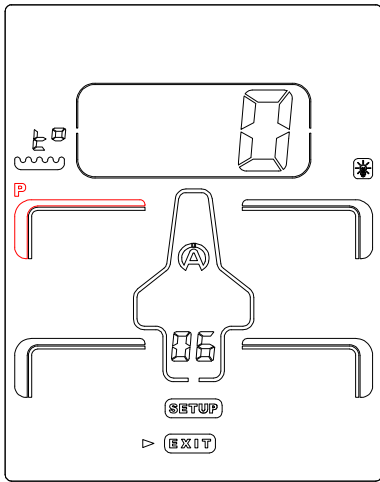

Figure 17
- 2) Le premier Icône « P » (pression) sur le pneu avant gauche apparait par défaut en clignotant (*figure 17*)